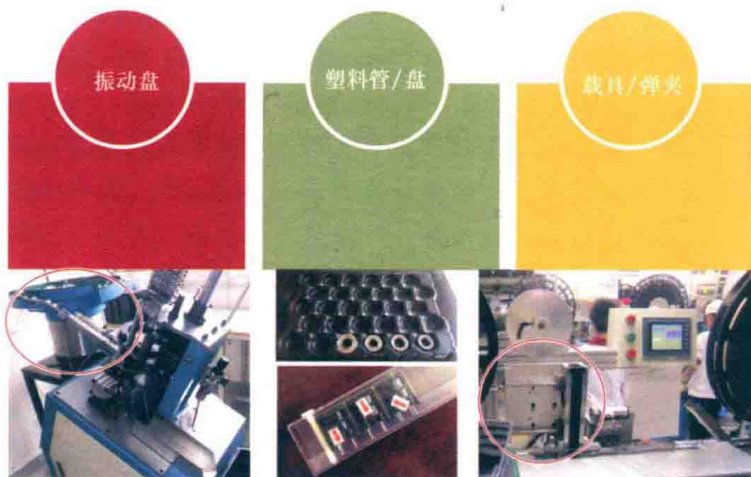

图 1-7 散料的包装方式和供料机构
(2) 来料包装 产品装配涉及的物料多种多样,而且可能来自不同的供应商,制造过程必然少不了包装和运输环节。一般来说,固体物料状态有两种:散料(处于杂乱无序的离散状态)和连料(处于规则有序连续状态),这两种状态对应着不同的包装方式,也对应着不同的供料机构,分别如图1-7和图1-8所示。开展项目前,应该有一个评估供应商物料包装方式的环节,确认其是否适